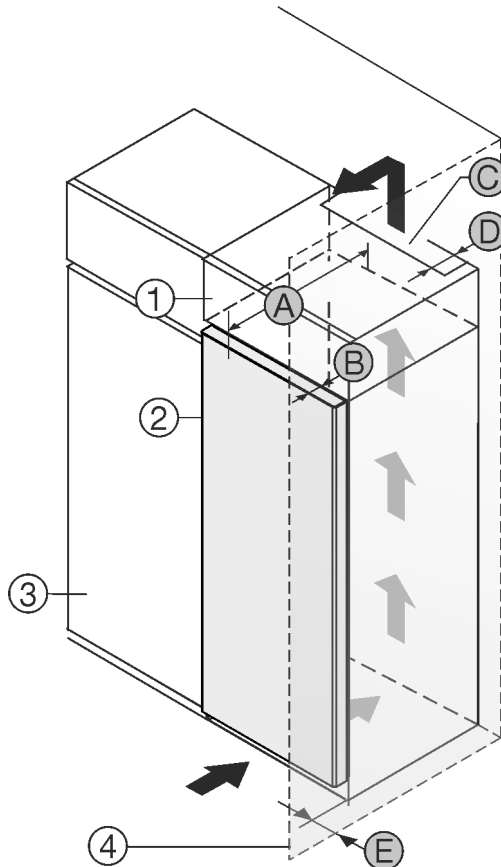

Fig. 1
Ju mund ta instaloni pajisjen direkt ngjitur me dollapin e kuzhinës Fig. 1 (3).\*
Në faqen e pasme të dollapit së montimit duhet të ketë një hapësirë ajrimi me thellësi Fig. 1 (D) në të gjithë gjerësinë e dollapit të montimit.\*
Nën mbulesën e hapësirës duhet respektuar seksioni tërthor i qarkullimit të ajrit Fig. 1 (C).\*
Nëse instaloni pajisjen me mentesha pranë një muri Fig. 1 (4), atëherë duhet që distanca midis pajisjes dhe murit të jetë të paktën 13 mm.\*
Në mënyrë që dera të mund të hapet plotësisht, duhet që pajisja të dalë jashtë përpara kanatit të dollapit të kuzhinës sa thellësia e derës Fig. 1 (B). Në varësi nga thellësia e dollapëve të kuzhinës Fig. 1 (3) dhe përdorimi i ruajtësve të distancës nga muri, pajisja mund të dalë më shumë përpara dollapit.\*